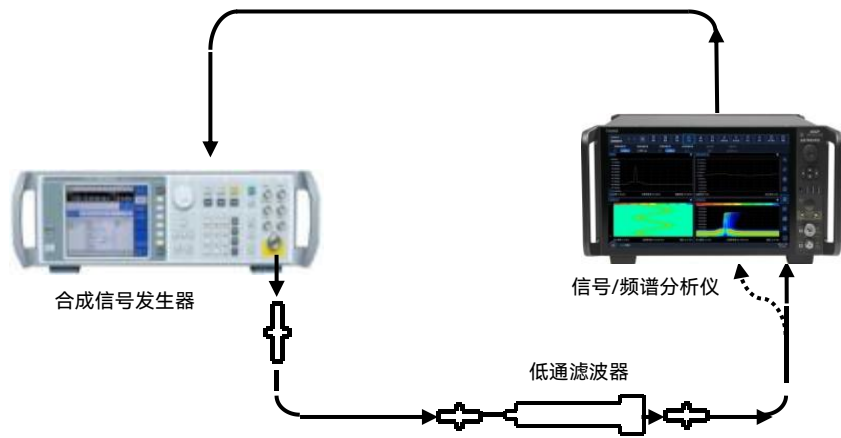

图 7.25 二次谐波失真测试示意图
- 1) 用 150MHz 低通滤波器和 BNC 电缆如图 7.25 连接仪器。复位 4082，由 4082 为合成信号发生器提供频率参考，滤波器输出连接到 4082 的射频输入 1 端口；
- 7) 如图 7.25 连接仪器，使用 1.2GHz 低通滤波器；
11) 如图 7.25 连接仪器, 使用 2.6GHz 低通滤波器;
15) 如图 7.25 连接仪器, 使用 4GHz 带通滤波器;
19) 如图 7.25 连接仪器, 使用 9GHz 带通滤波器;
23) 如图 7.25 连接仪器, 使用 13GHz 带通滤波器;
27) 如图 7.25 连接仪器, 使用 16GHz 带通滤波器;
- 31) 如图 7.25 连接仪器, 使用 25GHz 带通滤波器。
- 39) 如图 7.25 的虚线指示连接仪器, 使用 38GHz 带通滤波器, 将低通滤波器的输出连接到 4082 的射频输入 2 端口。
- 43) 如图 7.25 的虚线指示连接仪器, 使用 48GHz 带通滤波器, 将低通滤波器的输出连接到 4082 的射频输入 2 端口。